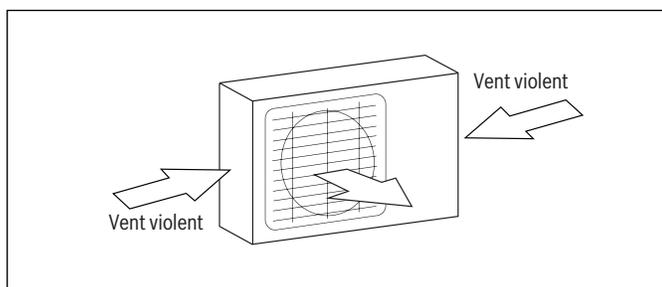

Figure 4
- ▶ Si l'emplacement est exposé à des vents violents (par exemple : à proximité d'un bord de mer), l'appareil doit être placé contre le mur pour l'abriter du vent. Si nécessaire, utilisez un auvent. (Voir les Fig. 4 et 5)